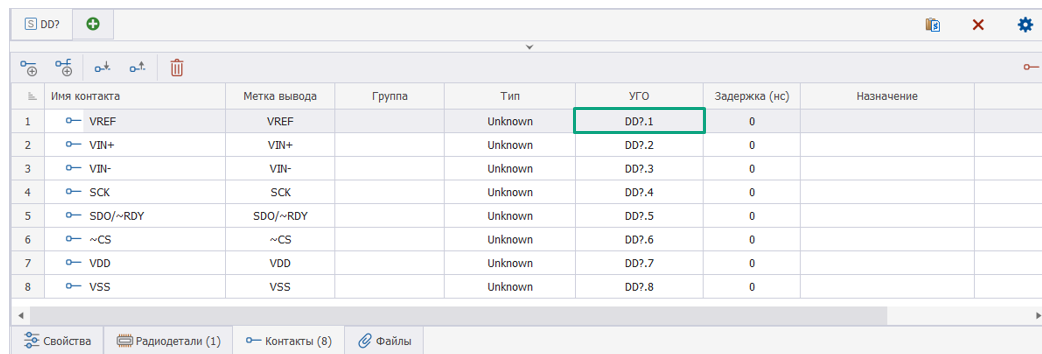

Рис. 234 Результат сопоставления в таблице контактов
3. В таблице контактов отображается сопоставление вывода УГО с выбранным контактом, см. Рис. 234.